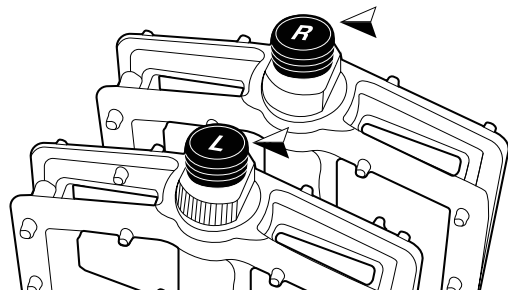

Figura 13. Le diciture "R" (destra) e "L" (sinistra)
2. Stringere il pedale destro (contrassegnato da "R" sul pedale, vedere la figura 13) in senso orario sulla pedivella del lato di trasmissione.
3. Avvitare il pedale sinistro (contrassegnato con la lettera "L" sul pedale e che presenta delle scanalature come in Figura 13) in senso antiorario sulla pedivella sinistra.